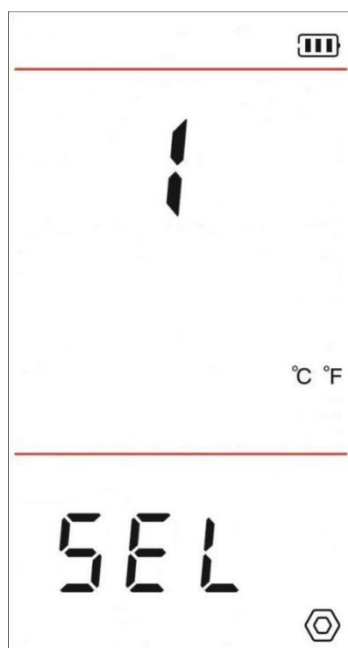
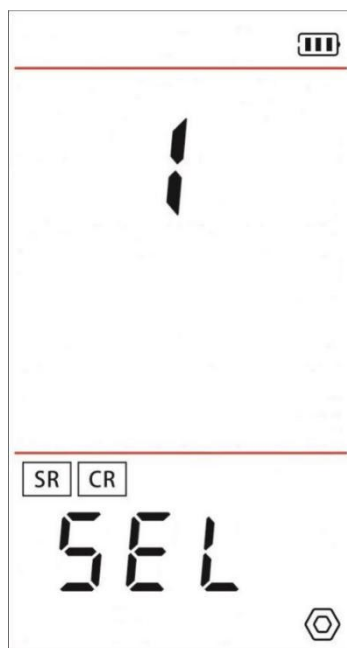

图 2 DD30-1、DD30-2 设置界面示意图
图 3 DD30-3、DD30-4 设置界面示意图
(1) 仪器在测量界面下短按“设置键”可进入设置界面（图 2）（图 3），短按“上键”“下键”选择设置项目，短按“确认键”进入设置项目，短按“取消键”退出设置项目。
(2) LC-DDB-303A 设置项目包括手动温度补偿设置、查询存储数据、自动关机设置、恢复出厂设置、电极常数设置、背光设置、蜂鸣器设置以及查看当前软件版本号。
- ① “1”表示手动温度补偿设置（注：在温度设置界面下短按“标定/确认键”，再次短按“设置键”可以切换℃/℉，短按“上键”“下键”可以设置温度值）；
- ② “2”表示查询存储数据（注：短按“删除键”对存储的数据进行删除，默认为删除当前查看的数据，在删除界面下短按“上键”“下键”可以选择删除当前数据和删除全部数据）；
- ③ “3”表示自动关机设置（注：关机时间分为 OFF/300/600/1200/1800/3600 六种状态，除 OFF 外其余参数单位为秒，且需在数据稳定状态下达到设定时间方可自动关机，如中间有检测到溶液数据产生变化，仪器将重新计时自动关机时间）；
- ④ “4”表示恢复出厂设置；
- ⑤ “5”表示电极常数设置（注：短按“标定/确认键”，再次短按“设置键”可以切换电极类型 0.01/0.1/1/10，短按“上键”“下键”可以设置电极常数，仪器默认为电极类型 1.0，电极常数 1.000）；
- ⑥ “6”表示背光灯开关设置（注：在其他界面下短按“电源键”可快速开/关背光灯）；
- ⑦ “7”表示蜂鸣器开关设置（注：短按“上键”“下键”可开关蜂鸣器）；
- ⑧ “8”表示查看当前软件版本号。